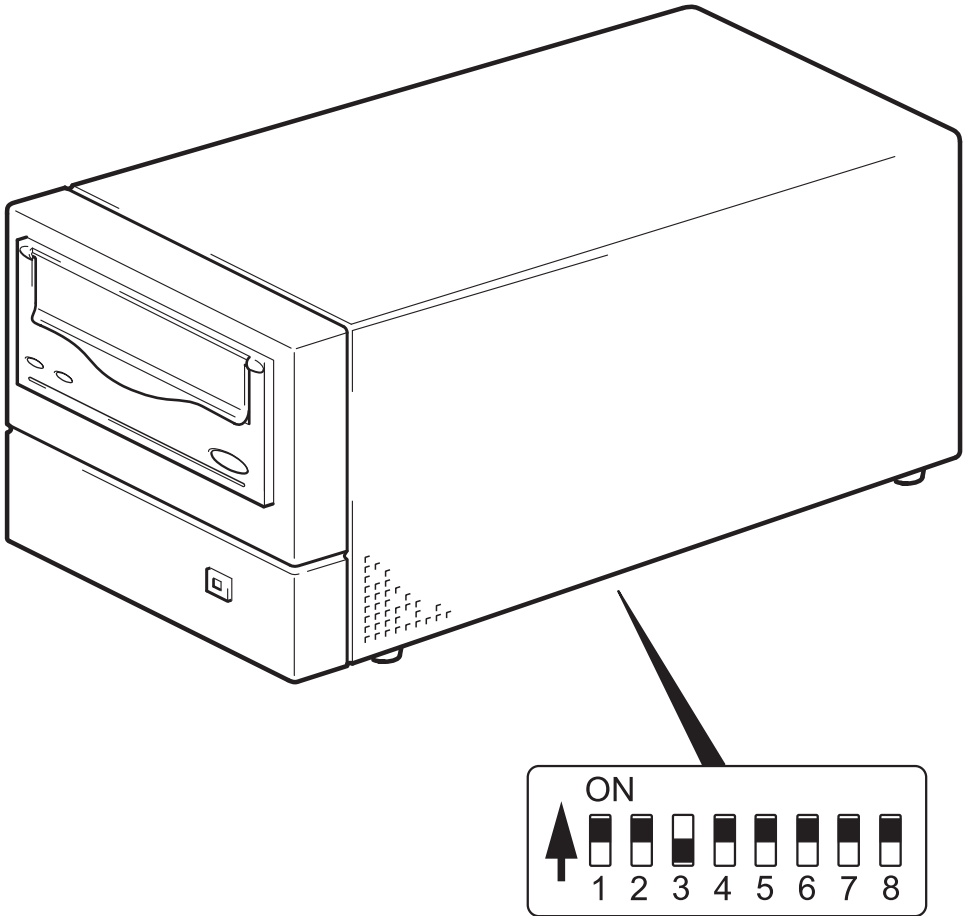

Abbildung 4: Einstellen der UNIX-Konfigurationsschalter
- 2 Wenn Sie für Ihre UNIX-Konfiguration die Konfigurationsschalter verändern müssen, nehmen Sie die Änderung an den Schaltern auf der Unterseite des Bandlaufwerks vor (siehe Standardeinstellungen in Abbildung 4).